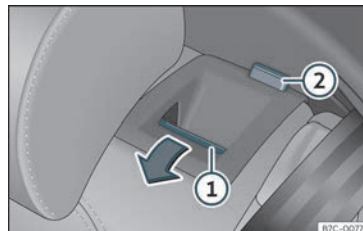

Fig. 102 Seient posterior: abatere el respalller.
- Premeu la tecla de desbloqueig»» **fig. 102** ① cap endavant i, alhora, abateu el respalller. El respalller del darrere està desbloquejat quan es veu una marca vermella a la tecla ②.
El respalller del darrere està desbloquejat quan es veu una marca vermella a la tecla » **fig. 102** ②.